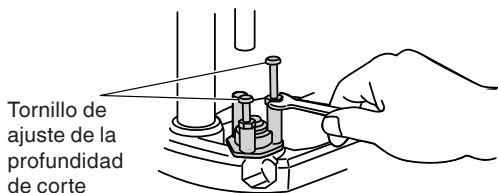

Fig. 7
2. Bloque del dispositivo de ajuste (Fig. 7)